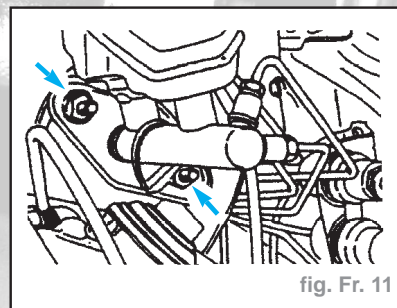

fig. Fr. 11
- Enlever les deux écrous et rondelles-frein de fixation du maître-cylindre sur le servofrein (fig. Fr. 11).